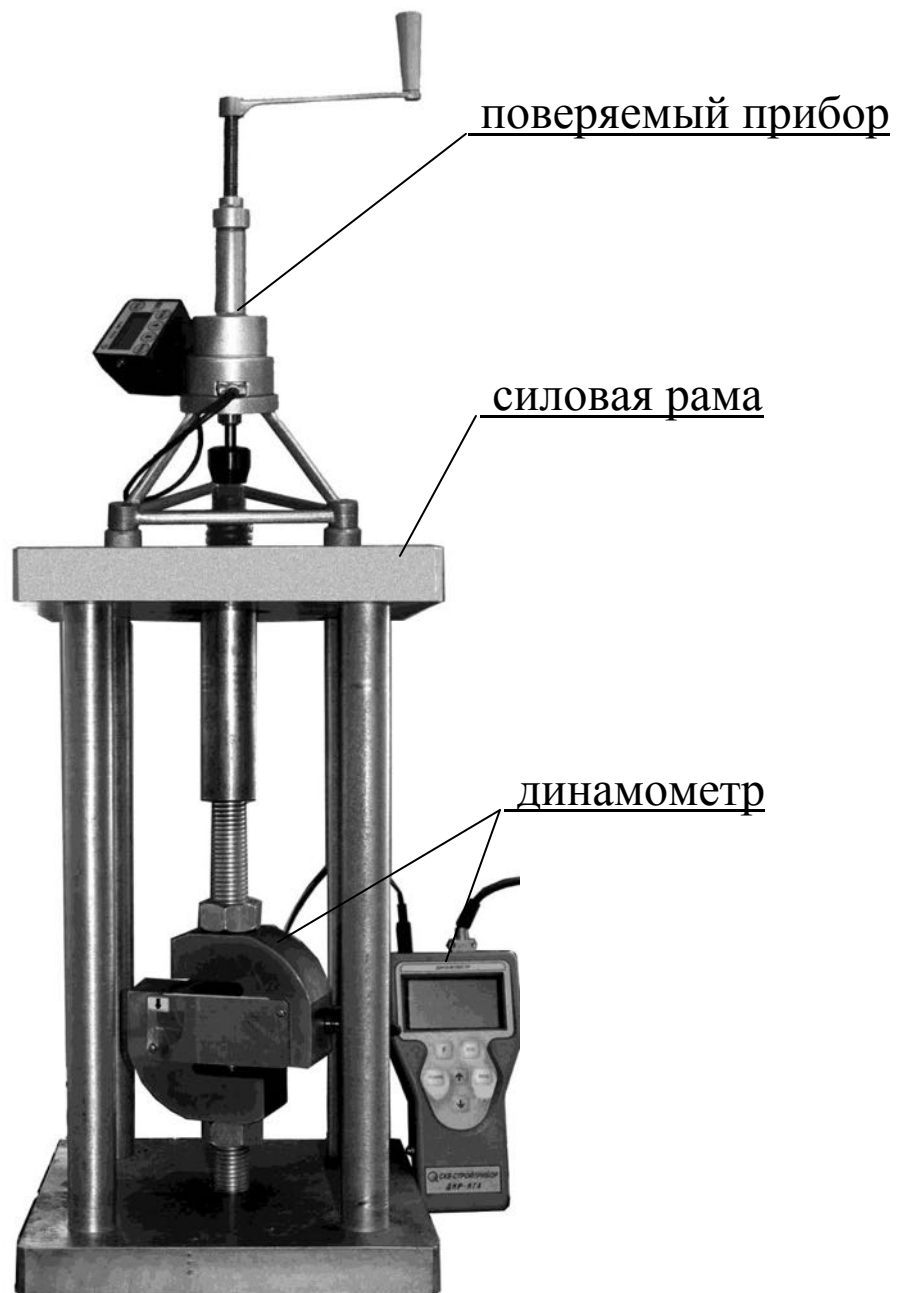

Рисунок 3 – Установка прибора при поверке
4.5.4.1 Динамометр устанавливают между нижней и верхней плитой силовой рамы, поверяемый прибор устанавливают опорами на верхнюю плиту силовой рамы. Схема установки прибора при поверке приведена на рис. 3. Вращая вилочный захват, выбирают зазоры в винтовых соединениях, включают питание и производят автоподстройку прибора согласно руководству по эксплуатации.